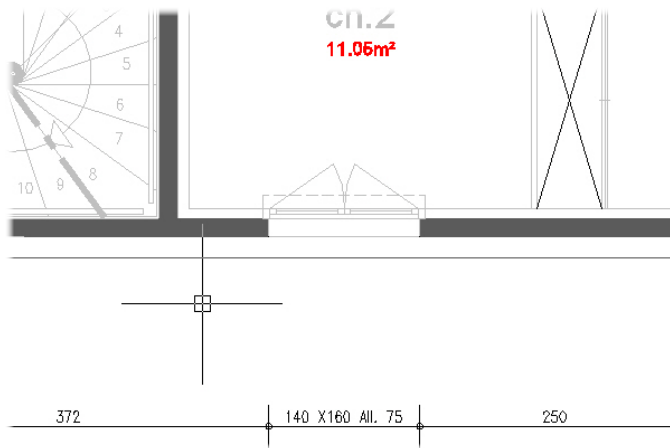

Figure 5.55
- La nouvelle cote de l'ouverture comprend désormais tous les renseignements nécessaires (voir Figure 5.55).